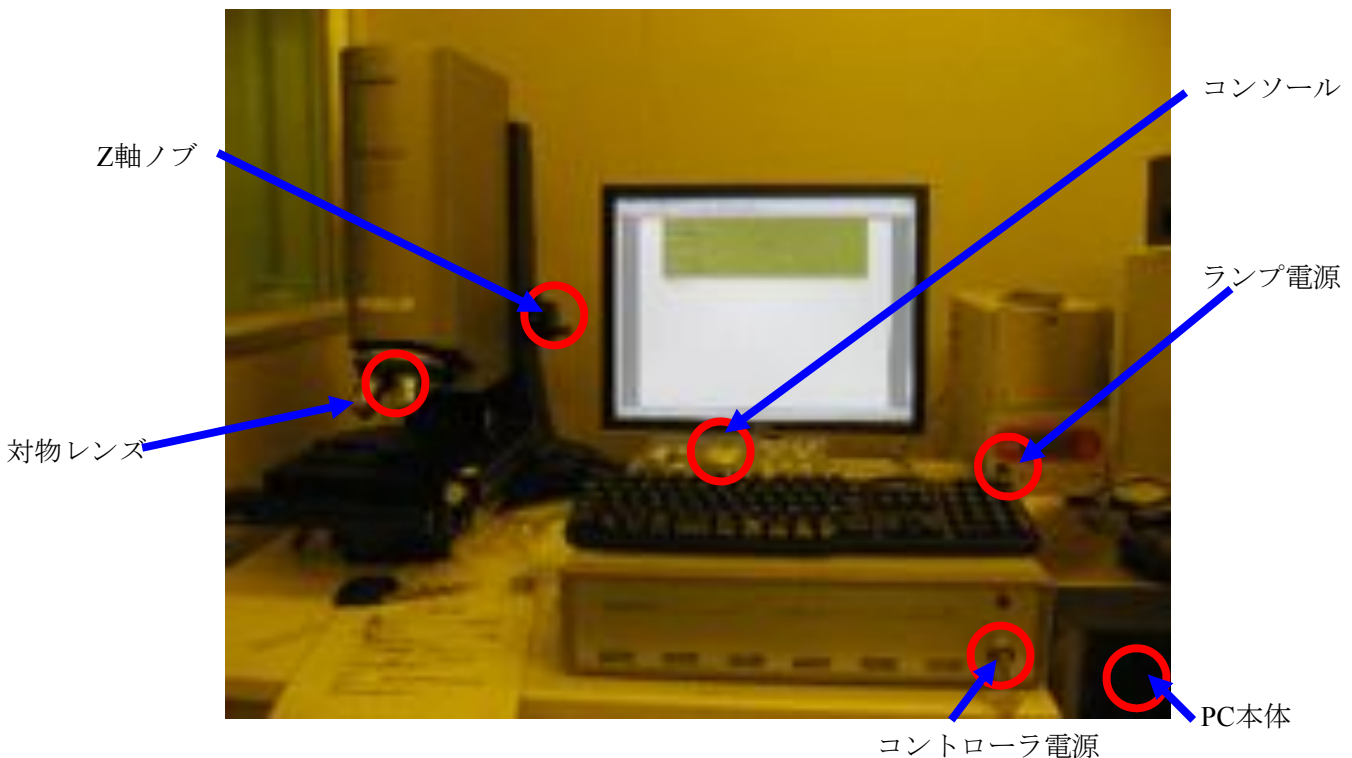

図1 装置外観
1. PC電源ON、コントローラ、ランプ (LC8) の電源を入れる(図 1)